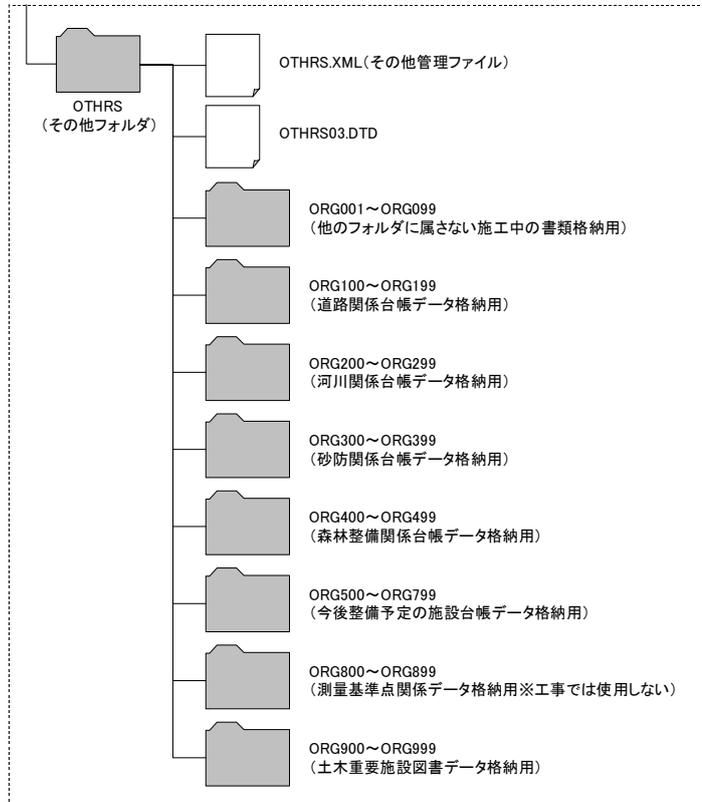

図 3-8 ORG サブフォルダ構成
- S」フォルダにはその他管理ファイルを格納する。「ORG」サブフォルダには、「付属資料5 その他の資料の格納方法」に従い、材料確認願、段階確認書、工事履行報告書、個別分野の維持管理システムへの登録データ、および土木重要施設図書等のデータを格納する。また、電子成果品として不要なデータを格納してはならない。「ORG」サブフォルダの構成を 図 3-8 図 3-8 に示す。